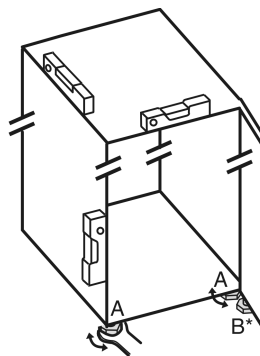

Fig. 5
- Skruva ut justeringsfötterna Fig. 5 (A) med bifogad skruvnyckel och ta hjälp av ett vattenpass så att skåpet står stadigt och jämnt.
- Skruva ut lagerbockens justeringsfot *Fig. 5 (B)* med bifogad skruvnyckel tills den står på golvet.
- Vrid justeringsfoten *Fig. 5 (B)* ytterligare 90°.